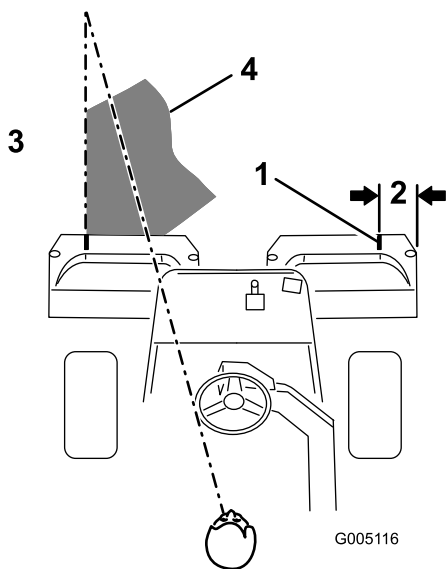

Figure 37
**Remarque:** Pour vous aider à traverser le green en ligne droite et à maintenir la machine à égale distance du bord de la passe précédente, établissez une ligne de vision imaginaire à environ 1,8 à 3 m en avant de la machine jusqu'au bord de la partie non coupée du green (Figure 37). Certaines personnes trouvent utile de faire passer la ligne de vision par le bord extérieur du volant, c.-à-d. de maintenir le bord du volant aligné avec un point se trouvant toujours à la même distance par rapport à l'avant de la machine.